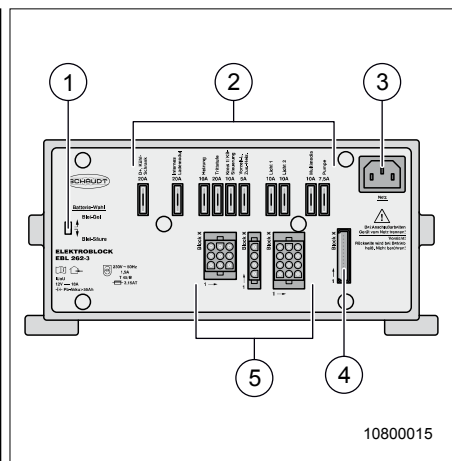

Fig. 46 Elektroblock
Flatstiftssäkringarna (Fig. 46, pos. 2) skyddar husbilens olika strömkretsar. Kontrollera eller byt ut säkringarna vid behov.